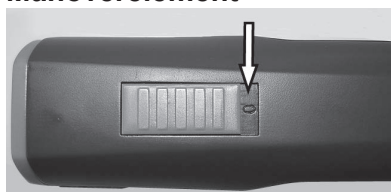

Fig. 4 Brytare i läge FRÅN ("0")
1. Kontrollera om det finns främmande partiklar och föroreningar på klippers kontaktar (1) och på batteriet (2).
2. Säkerställ att klippers brytare är i läge OFF ("0") (Fig. 4).
3. För in batteriet (2) i klippern (3) tills batterispärren (1) aktiveras på båda sidorna.
4. Sätt ner klippern med batteri (1) eller reservbatteri (2) ovanifrån utan kraft i laddningsöppningen på laddningsstationen.
6. Batteriet laddas. Under laddningstiden lyser kontrollampen rött (3). Så fort batteriet har laddats till 90 % tänds den gröna kontrollampen och laddaren övergår till underhållsladdning.
1. Vrid brytaren till läge "0" (Fig. 4).
2. Tryck på batterispärren (2) på båda sidorna inåt och dra ut batteriet (1) ur klippern.
3. För in det laddade batteriet (1) i klippern (2) tills batterispärren aktiveras på båda sidorna.